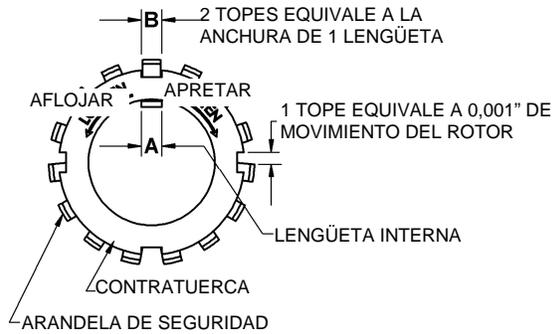

Figura 8 – Montaje de las contratuercas
Es importante que instalar y ajustar correctamente las contratuercas (24A) y las arandelas de seguridad (24B) del rodamiento. Un sobreapriete de las contratuercas puede provocar fallos en los rodamientos o una lengüeta rota en la arandela de seguridad. Las contratuercas flojas permitirán que el rotor se desplace contra los discos (71), causando desgaste. Consulte la figura 8.
- Apriete ambas contratuercas (24B) para asegurarse de que los rodamientos (24) lleguen a fondo en el hueco del cabezal. NO apriete demasiado ni flexione o cizalle la lengüeta interna de la arandela de seguridad.
- Apriete la contratuerca opuesta (24A) a mano hasta que quede apretada contra el rodamiento (24). Luego, utilizando una llave de gancho, apriete la tuerca una distancia igual al ancho de una lengüeta de la arandela de seguridad "B". Apriete inmediatamente después de la lengüeta deseada y luego desenrosque la tuerca para alinear la lengüeta con la ranura de la contratuerca. Fije la tuerca flexionando la lengüeta de la arandela de seguridad alineada en la ranura de la contratuerca. La bomba debería continuar girando libremente al ser rotada a mano.
16. Inspeccione el sello de grasa (104) en busca de desgaste o daños, y reemplace según sea requerido. Engrase el diámetro exterior del sello de grasa y empújelo en la cubierta del rodamiento interno (27) o en el adaptador del motor (108) con el reborde del sello hacia dentro (hacia la bomba).
- Conecte una nueva junta de la cubierta del rodamiento (26) así como la cubierta del rodamiento interno (27) al cabezal interno (20). Instale la cubierta del rodamiento externo (27A) así como una junta nueva al cabezal externo. Asegúrese de que las graseras (76) de las cubiertas de los rodamientos estén accesibles. Instale y apriete los tornillos prisioneros de la cubierta del rodamiento (28) a 8 lbs pies (10,8 Nm).
- En bombas montadas en bridas, el adaptador del motor reemplaza la cubierta del rodamiento interno (27). Para conectar el adaptador del motor al cabezal, instale una nueva junta de la cubierta del rodamiento (26) y los cuatro tornillos de montaje (28A).